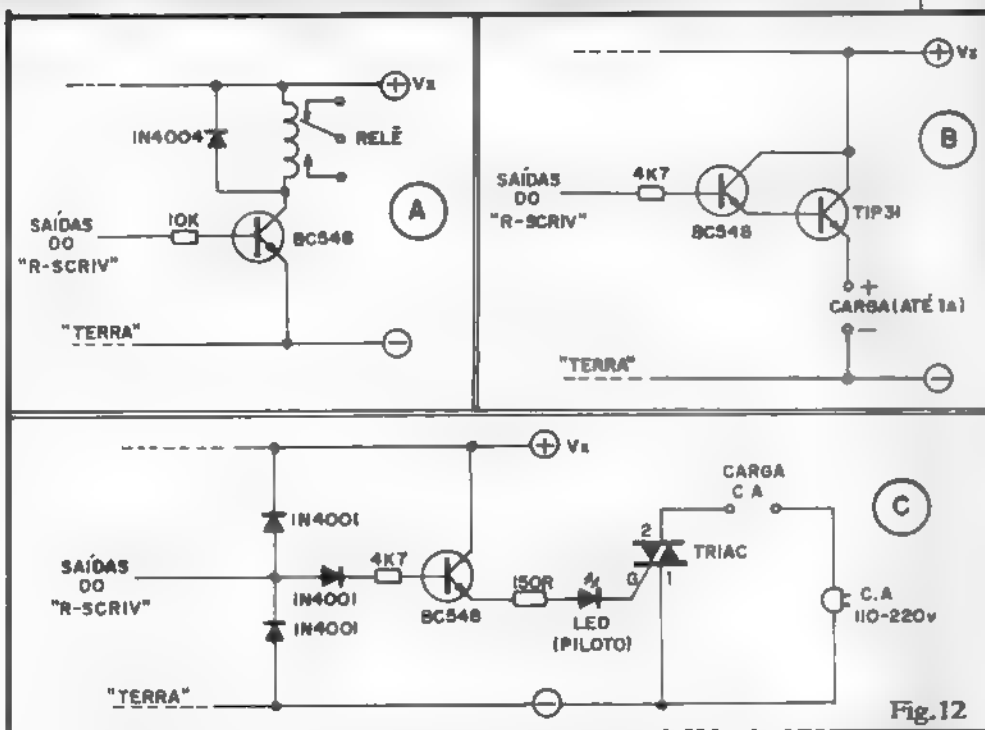

Fig. 12
A utilização final do sistema é bastante flexível e versátil, conforme já ficou claro das explicações anteriores. Vamos detalhar alguns exemplos básicos (que, contudo, **não constituem** a totalidade das possibilidades...), com os dados da fig. 12:
- **FIG. 12-A** - Ideal para o comando de cargas alimentadas tanto por C.A. quanto por C.C., sob tensões, correntes e potências apenas limitadas pelos parâmetros inerentes aos contatos do relê utilizado. A tensão de trabalho do dito relê deverá ser compatível com Vx (tipicamente até 18 volts). Vx **poderá** ser usada, diretamente (se 9V) ou através do arranjo mostrado em 11-A (se maior do que 9V) para a energização do próprio circuito de R-SCRIV.
- **FIG. 12-B** - Ideal para o acionamento de cargas que trabalhem sob C.C. (tipicamente até 24V) e sob corrente de até 1A. Vx **poderá** (como ocorre no exemplo 12-A) ser usada, direta ou indiretamente, para a alimentação do R-SCRIV...
- **FIG. 12-C** - Para o acionamento de cargas de C.A. através de um chaveamento em "estado sólido" (sem relê). O arranjo vale para 110 ou 220V.C.A. devendo contudo o TRIAC ter parâmetros adequados às necessidades de tensão, corrente e potência da carga (e compatíveis com a tensão da rede). Uma fonte C.C. (Vx) será necessária, podendo perfeitamente fornecer energia simultaneamente ao próprio circuito do R-SCRIV, guardadas as recomendações mostradas em 12-A. Uma
Em qualquer dos exemplos da fig. 12, lembrar que os módulos sugeridos são **individuais**. Isso quer dizer que para **cada** saída do R-SCRIV teremos que incorporar um **driver** distinto. Observar ainda que, em aplicações muito complexas e especiais, nada impede que **drivers** (até 9) de tipos diferentes (como os mostrados na fig. 12, nos outros...) sejam simultaneamente usados, cada um ligado a uma das Saídas do R-SCRIV!